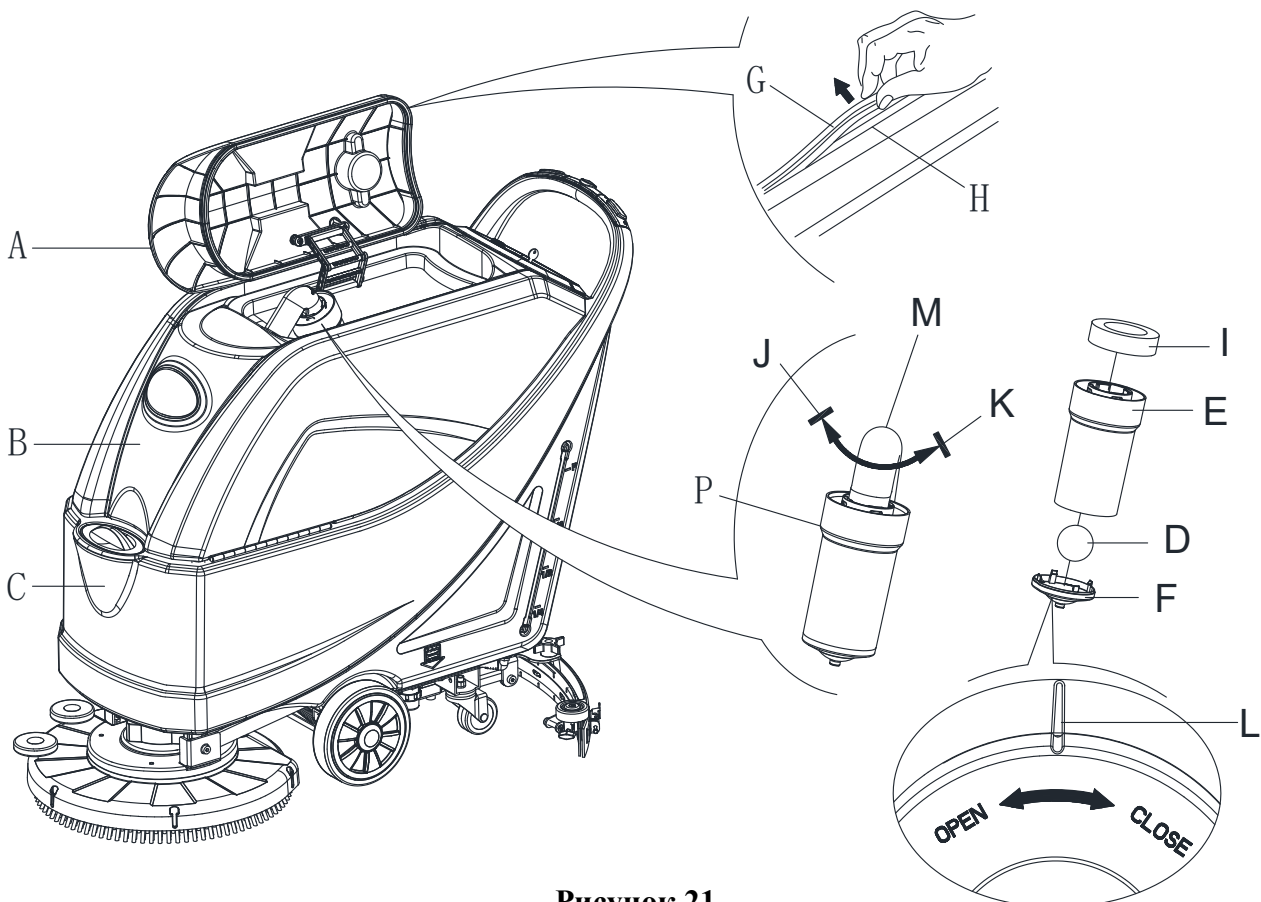

Рисунок 21
2. Убедитесь, что машина выключена и ключ зажигания (54) был извлечен.
3. Поверните крышку бака утилизации (А, рисунок 21) в положение на 90 градусов, где она может быть вынута из бака, а затем выньте поплавковый фильтр (Р) из бака.
5. При необходимости, следуйте символам "ОТКРЫТЬ" и "ЗАКРЫТЬ", как показано на (Рисунок 21), чтобы открыть нижнюю крышку (F) поплавкового фильтра, а затем очистите поплавок (D), рамку-держатель фильтра (Е) и губку фильтра (I). После очистки, зафиксируйте поплавок (D) в рамке-держателе фильтра (Е), а затем совместите метку паза (L) нижней крышки (F) поплавкового фильтра с меткой паза(L) рамки-держателя поплавкового фильтра (Е). Закрутите плотно нижнюю крышку поплавкового фильтра, и закрепите губку фильтра (I) в рамке-держателе поплавкового фильтра (Е). Наконец, подключите его к всасывающему шлангу сточных вод (М).
7. Проверьте контактную поверхность уплотнительной ленты (G) на целостность и достаточную герметизацию. При необходимости, выньте уплотнительную ленту бака из паза (H) и замените ее. Установите новую уплотнительную ленту, как показано на (Рисунок 21), соединение должно вернуться в средней зоне.